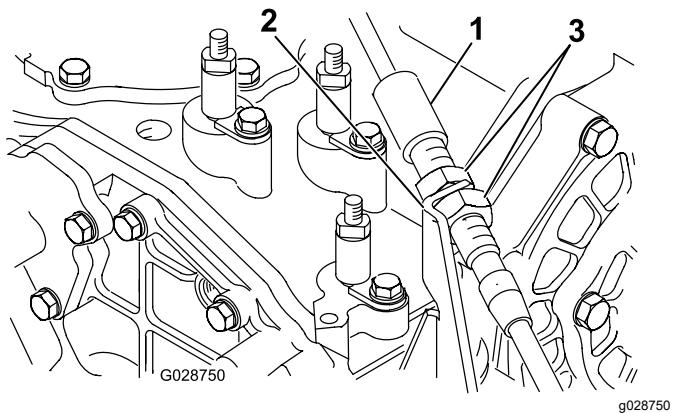

Рисунок 11
4. Проложите трос вместе с имеющимися тросами к кронштейну тросов, установленному в переднем левом углу ведущего моста (Рисунок 11).